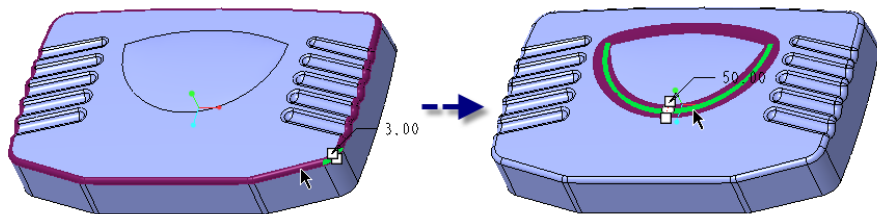

图 7-180 继续创建另外两个圆角
⑥ 使用同样的方法, 继续创建另外的两个半径不同的圆角特征, 如图 7-180 所示。